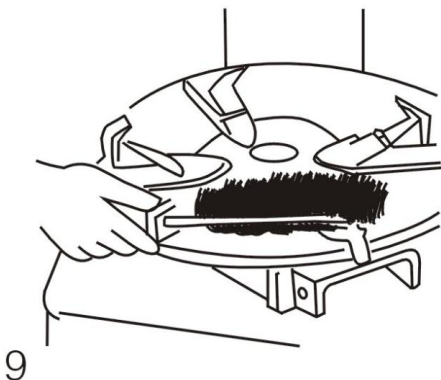

Рис. 9
- 4) Очищайте все части поворотного стола (Рис. 9).